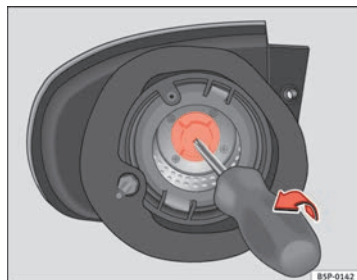

Fig. 199 Feux clignotants.
- Retirez la douille d'ampoule du clignotant à l'aide d'un tourne-vis dans le sens de la flèche ⇒ fig. 199.